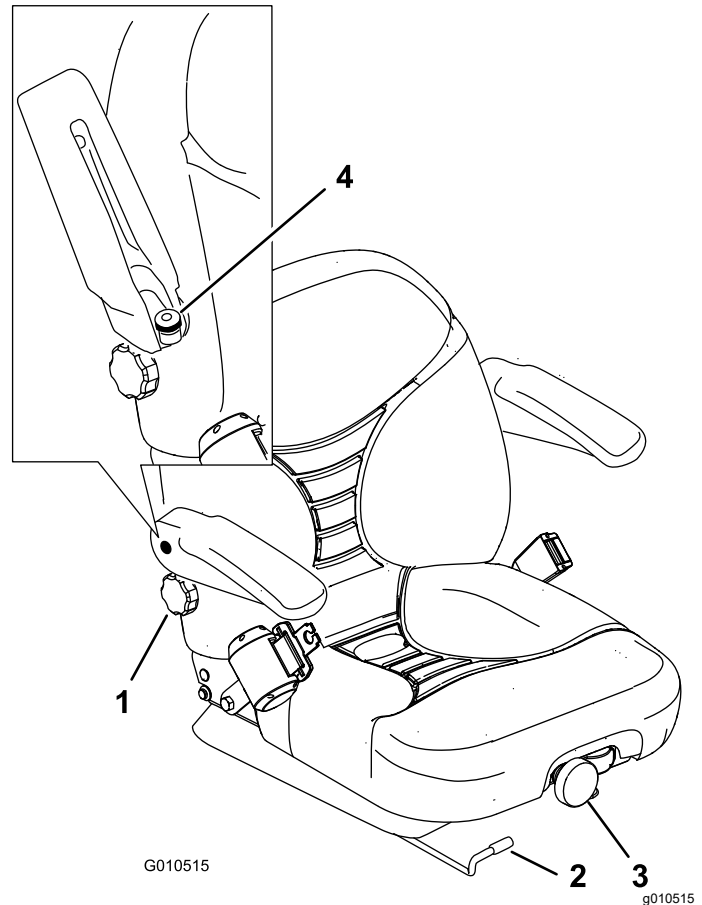

Figura 34
1. Mova a alavanca para o lado e desbloqueie o banco (Figura 34).
Para o ajustar o banco, rode o botão numa das direcções para proporcionar o máximo conforto (Figura 34).
Para ajustar, rode o botão, sob o apoio do lado direito, numa das direcções para proporcionar o máximo conforto (Figura 34).
Eleve o apoio dos braços e rode o botão numa das direcções para proporcionar o máximo conforto (Figura 34).